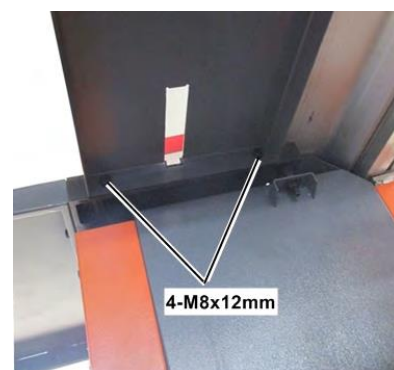

Fig. 6
d) Monte la mesa de extensión trasera (Fig. 6)